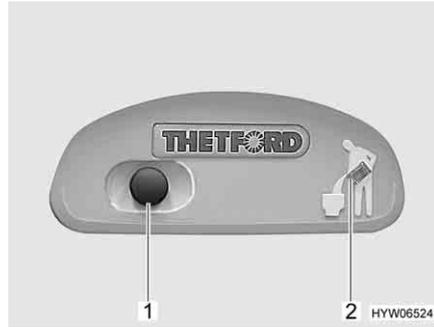
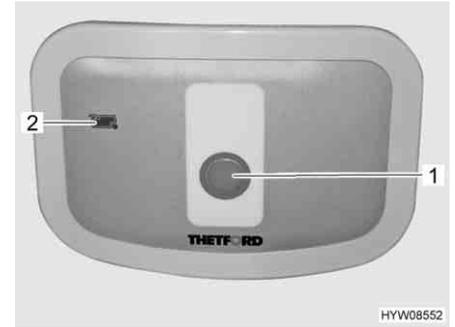

Fig. 248 Botón del inodoro/luz de control del inodoro Thetford
Fig. 249 Botón del inodoro/luz de control del inodoro Thetford (alternativa)
- Para lavar, pulsar el botón del inodoro azul (Fig. 248,1 ó Fig. 249,1).
La luz de control (Fig. 248,2 ó Fig. 249,2) se enciende cuando es necesario vaciar el depósito de aguas fecales.